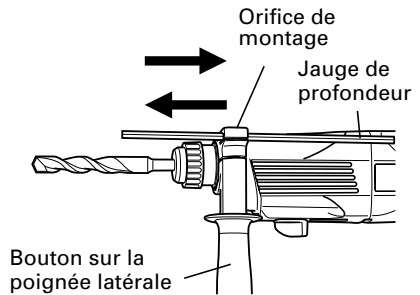

Fig. 11
6. Utilisation de la quenouille (Fig. 11)